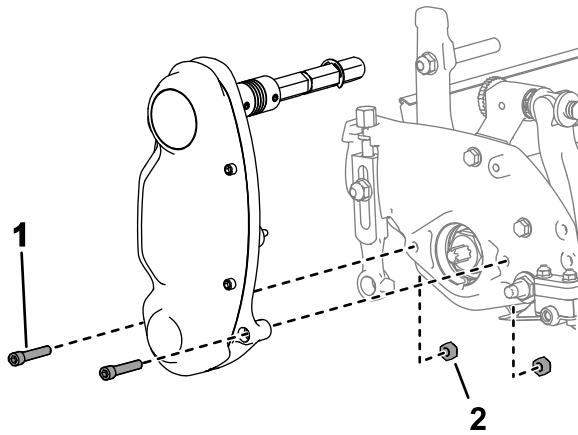

Figura 6
2. Remova as porcas do interior da placa lateral (Figura 6).
1. Remova as ferragens que prendem o conjunto da transmissão do cilindro à placa lateral (Figura 6).